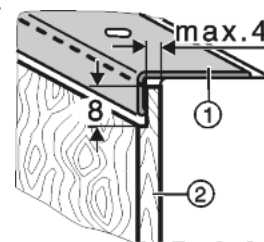

Fig. 5
► Pour les panneaux décor Fig. 5 (2) plus épais, réduire leur épaisseur de maximum 4 mm, comme l'indique l'illustration.